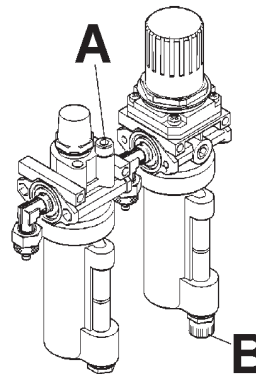

Fig. 6.0-3
H. Évacuer l'eau du filtre à air tous les jours !! Faire cela en tournant le bouton "B" dans le sens des aiguilles d'une montre et le pousser vers le haut. L'eau sera automatiquement évacuée. (voir 'B' à la Fig. 6.0-3).